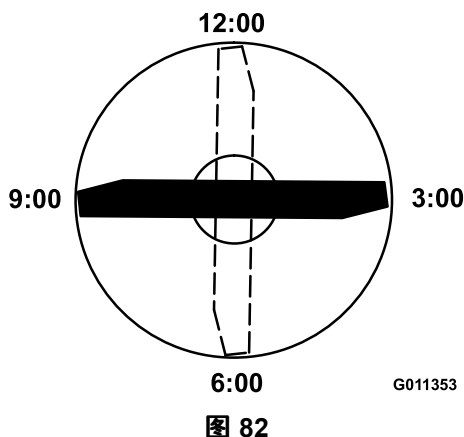

图 82
4. 将刀片带标记一端的刀刃放在 12 点钟位置剪草方向的正前方 (图 82) 并测量从桌面到刀片刀刃的高度。
5. 将刀片的标记端旋转至 3 点钟和 9 点钟位置 (图 82) 并测量高度。